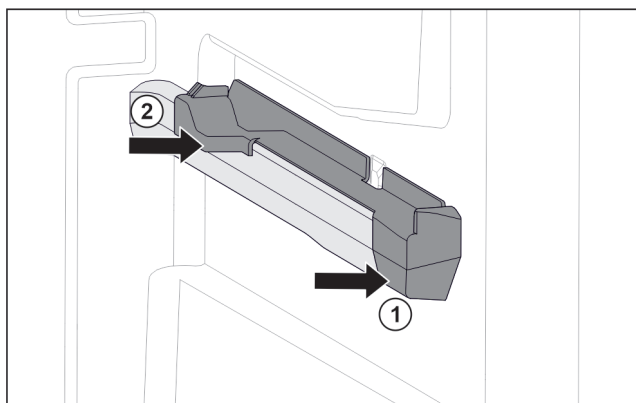

Fig. 63 Nasazovací díl na pravém žebrování na nádoby
- ▶ Nasadte nasazovací díl na žebrování na nádoby. Fig. 63 (1)
- ▶ Přitlačte nasazovací díl k zadní části. Fig. 63 (2)